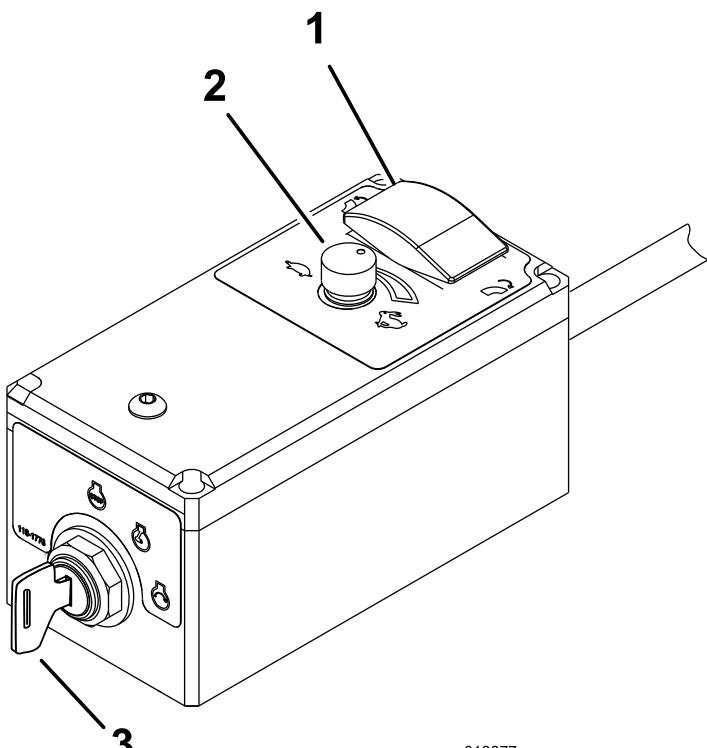

图10
- 将发动机点火钥匙顺时针旋转至“启动”位置即可启动发动机，启动后释放钥匙（图10）。
3. 如果离开机器，请将发动机钥匙旋转到关闭位置，并从开关中拔出（图10）。